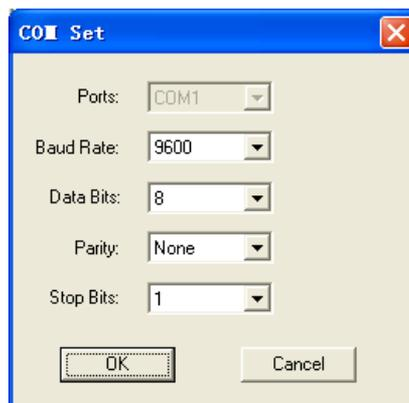

图11
**[COM Set]** (串口设置)子菜单：对当前已打开的串口的Baud Rate(波特率)、Data Bits(数据位)、Parity(校验方式)、Stop Bits(停止位)参数进行设置。执行该菜单命令将弹出COM Set对话框，和执行**[COM Open]**子菜单命令时所弹出的COM Set对话框相同，只是无法设置串口号(因为串口已经打开)。如图11所示：